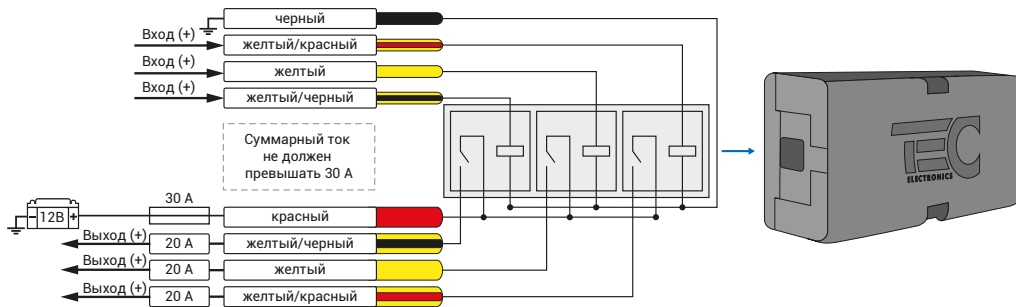
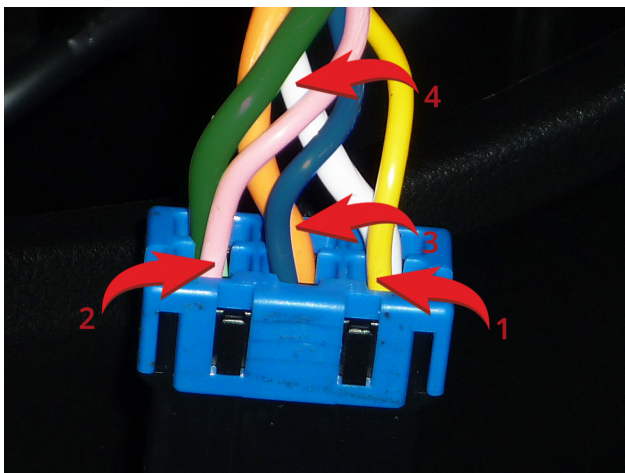

Рис.4 Релейный модуль TEC-4540
Рис.5 Подключение к силовым цепям замка зажигания
3. Осуществите подключение цепей автозапуска, используя провода выделенные на рисунке №3. Подключение к автомобилю производится в разьеме непосредственно у замка зажигания (см. рис. 5, 6). Для подключения силовых цепей используйте релейный модуль TEC-4540 (см. рис. 4).